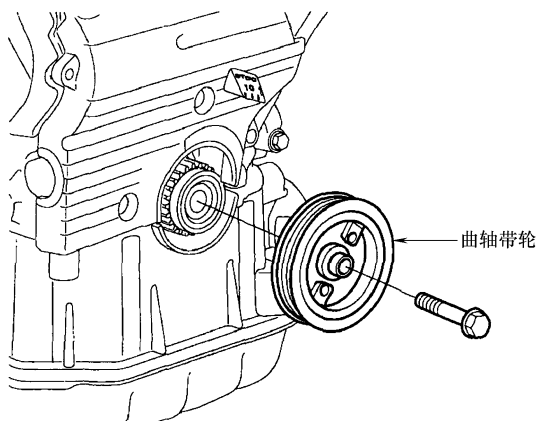

图 31-35 曲轴带轮螺栓和曲轴带轮
9) 如图 31-35 所示, 拆卸曲轴带轮螺栓和曲轴带轮。